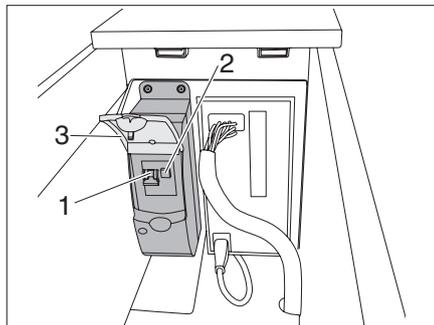

Fig. 69 Interruttore di sicurezza a 230 V
► Aprire lo sportellino (Fig. 69,3).
Il collegamento a 230 V è protetto da un interruttore di sicurezza bipolare (Fig. 69,1).
▫ L'interruttore FI (Fig. 69,2) per 230 Volt dovrebbe essere fatto scattare almeno una volta l'anno, in modo che il meccanismo non "si incolli" e il tempo di attivazione non si prolunghi.